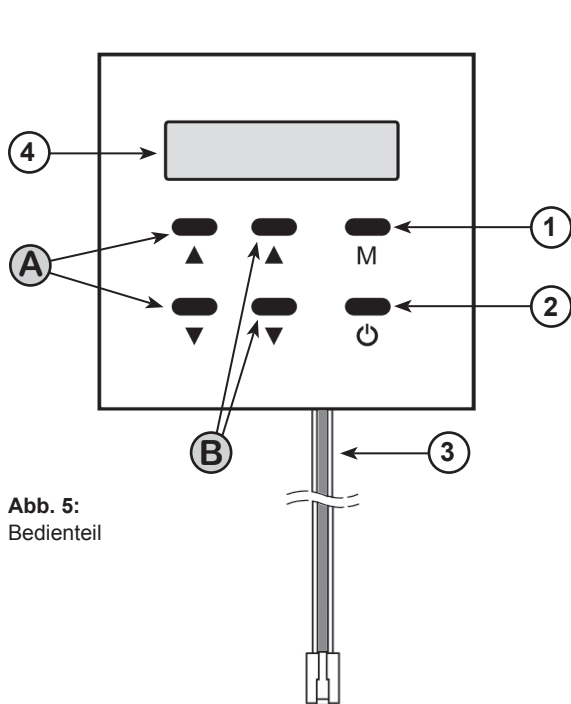

Abb. 5:
9.2.2. Menü Funktionen (siehe Abb. 5)